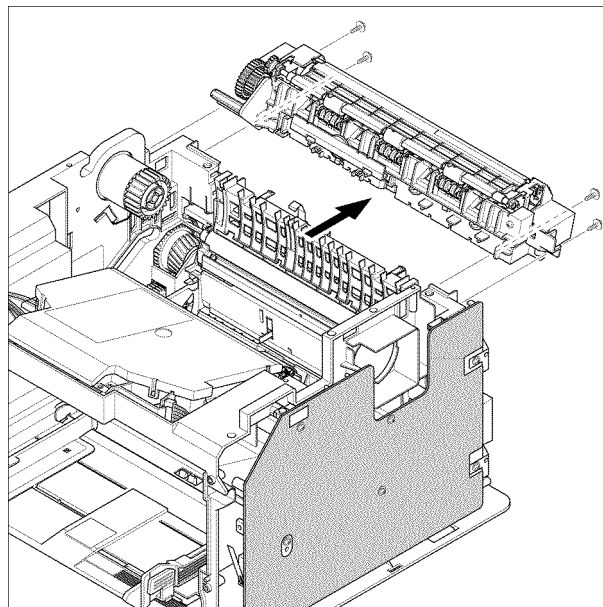

Рисунок 2
3. Выкрутите 4 винта, а затем снимите узел фьюзера, рисунок 2.